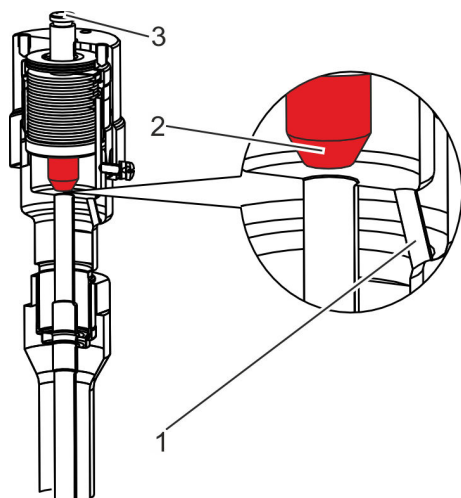

Fig. 8 : Dépassement de la pression de déclenchement
Si la pression dans le robinet-vanne dépasse la pression de déclenchement de la protection à ressort contre la surpression, le cône (Fig. 8 /2) se soulève de son logement et la surpression est évacuée par l'ouverture d'évacuation (Fig. 8 /1). Le carter est soulagé.
- au mouvement vertical du corps de guidage (Fig. 8 /3) sortant du carter.